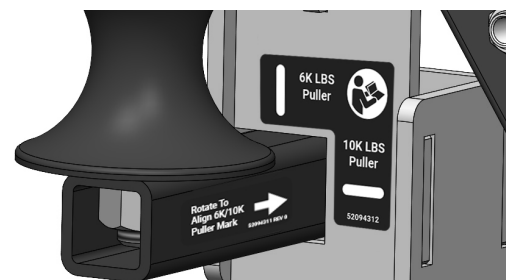

Figure 1
8. Insérer la barre de montage du Pull Assist dans le support de fixation du Pull Assist. Aligner la flèche sur la barre de montage avec le repère 6K ou 10K en fonction du tire-câble utilisé. (Fig. 1)